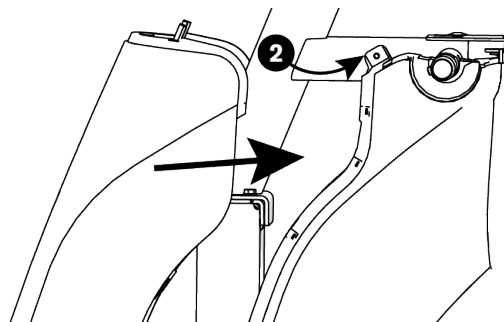

Рисунок 11
4. Прижмите переднюю крышку к передней части несущей рамы по всей длине и надавите пальцами на стрелки с каждой стороны крышки (см. рисунок 11).